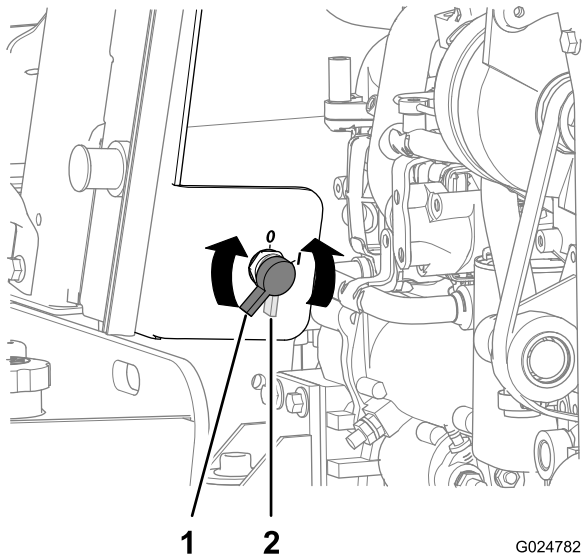

Figura 85
2. Conecte el cable positivo del cargador de la batería al borne positivo de la batería (Figura 85).
2. Gire el interruptor de desconexión de la batería en sentido antihorario a la posición de Apagado (Figura 85).
8. Gire el interruptor de desconexión de la batería en sentido horario a la posición de Encendido (Figura 85).